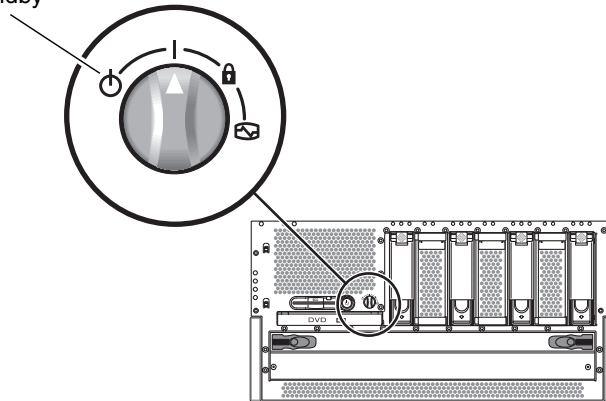

FIGURA 4-20 Posizionamento dell'interruttore a rotazione nella posizione di standby
2. Posizionare l'interruttore a rotazione nella posizione di standby (FIGURA 4-20).